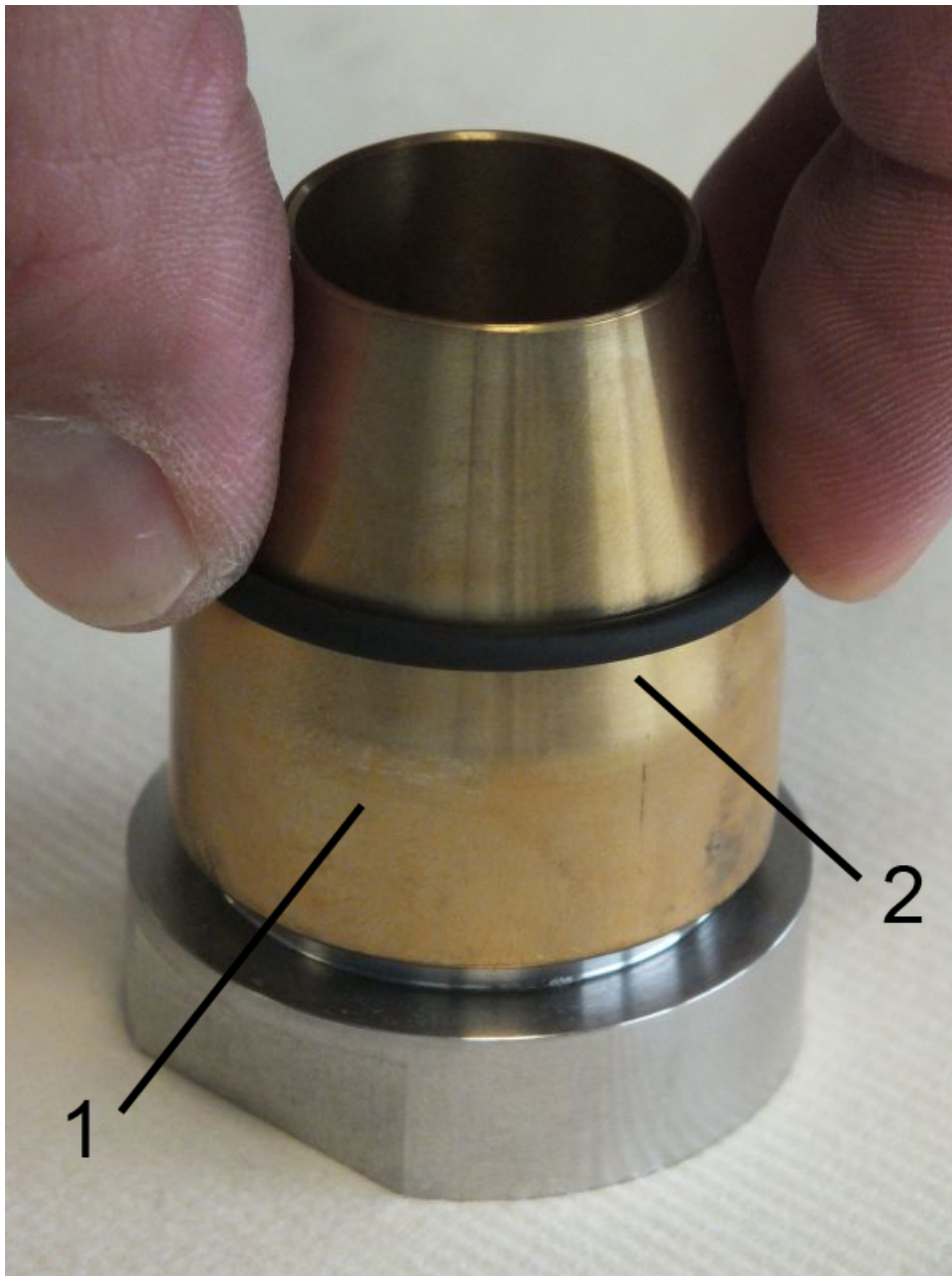

Abb. 48: O-Ring (Dichtung)
1. ➤ O-Ringe (Abb. 48/2) mit Hilfe des O-Ring Montagewerkzeuges (Abb. 48/1) auf beide Verschraubungen (Eingang/Ausgang) aufziehen, so dass diese im O-Ringsitz der Verschraubungen sitzen (Abb. 48/1). Dabei darauf achten, dass die O-Ringe nicht überdehnt werden